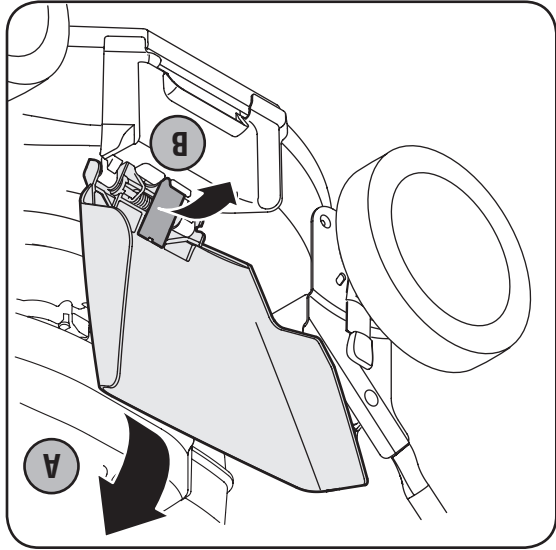

Figure 3-1
1. Vous remarquerez que le déflecteur de la goulotte de votre tondeuse se trouve en position verticale. Il est retenu par une cale utilisée à des seules fins d'expédition. Veuillez enlever cette cale et la jeter avant d'utiliser la tondeuse. Voir la Figure 3-1.